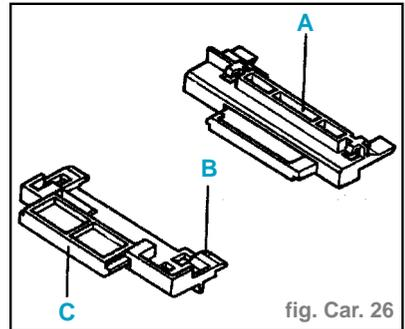

fig. Car. 26
- Détail des agrafes (partie pavillon) : celles-ci seront remplacées à chaque dépose (fig. Car. 26) :